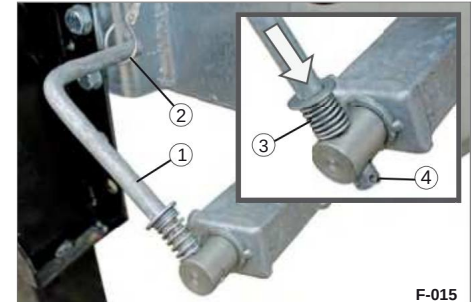

Fig. 17 Spindelparkeringsbremse sikret
• Tryk håndsvinget (fig. 17/1) mod trykfjederen (fig. 17/3).
• Drej samtidig håndsvinget (fig. 17/1), så stiften (fig. 17/4) klikker på plads.
• Skub sikkerhedslåsens krog fastgørelsesrebet (fig. 17/2) over kranken. Spindelparkeringsbremsen er sikret mod uautoriseret udløsning.
ÿ Løsn krogen (fig. 17/2) fra håndsvinget (fig. 18/1).